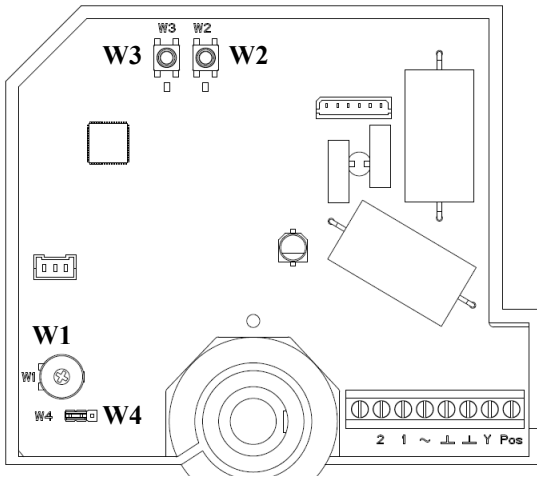

图1. 电路板布局
① 出厂设置。可以通过PCB上的按钮W3实现反向动作 (见图1)。
**手动自适应：**同时按住电路板上的按钮W2和W3约2秒以上(见图1)，直到两个指示灯开始闪烁，此时进入自适应模式。执行器将自动全关(运行到底部)然后全开(运行到顶部)。指示灯不再闪烁表示过程完成。此过程完成后，执行器会运行到触发之前的位置。
模拟输入信号Y可通过按钮W2进行选择(见图1)。当对应LED灯亮时,输入型号为0...10 Vdc(出厂设置);当对应LED灯暗时,输入型号为2...10 Vdc。
执行器也可接受4~20mA电流信号,此时需改变跳线W4到右边位置(见图1),且W2必须为2...10V状态(LED灯不亮)。
执行器的动作方向可通过位于PCB左侧按钮W3进行选择(见图1)。当对应LED灯亮时,输入信号0(2) Vdc对应执行器最顶端(出厂设置);当LED灯暗时,输入信号0(2) Vdc控制信号对应执行器最底端位置。